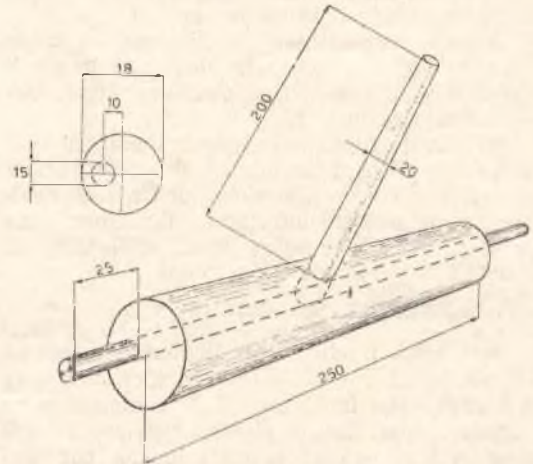

Fig. 2. — Eccentrico di pressione.
- eccentrico di pressione (fig. 2);
L'uso pratico di tale tipo di pressa è facilmente desumibile dall'esame del disegno d'insieme. Sul piano di base della scatola a figura 1, verrà sistemata la tavola porta-clichés (fig. 4), sulla superficie del quale cliché sarà cosparso l'inchiostro a mezzo rullo inchiostatore. Sui clichés adageremo il foglio di carta sul quale operare l'impressione e su quest'ultimo poggieremo la tavoletta di pressione (fig. 3). Inseriremo ora nelle apposite bocche di presa ricavate sui fianchi della scatola di base i perni d'estremità dell'eccentrico di pressione (fig. 2) e, mediante l'impugnatura dello stesso, ruoteremo sino a costringere la tavola di pressione contro la tavola porta-clichés.